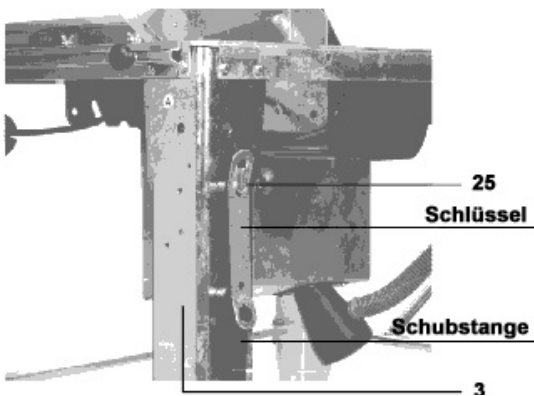

Fig. 20
- Collegare il flessibile (21) con carter di protezione (20) e con imbuto (14). Fissare poi il flessibile (21) nel portaflessibile (7) mediante un fermaglio. (vedi fig. 20)